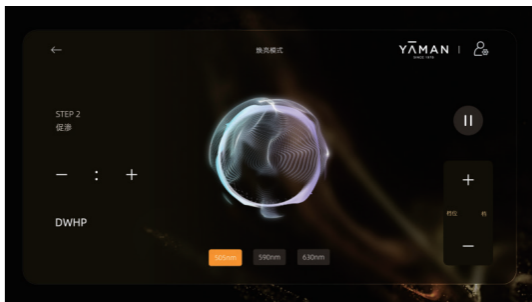

图5-17：焕亮模式-促渗手柄页面
②促渗手柄+匀净焕彩精华液，护理时长默认15分钟，可手动调节至最大时长30分钟（如图5-17）。